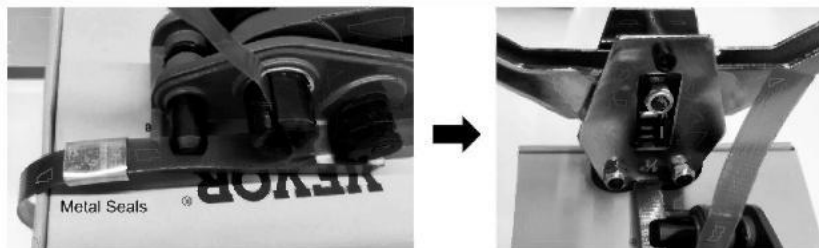

FIG.4
3. Serrez le joints métalliques avec cerclage outil de scellage, comme montré dans figure 4.